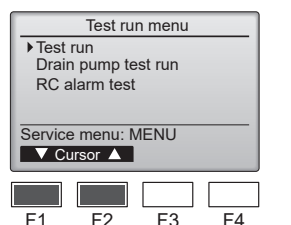

Fig. 7-2
- ② Seleccione "Test run" (Modo prueba) desde el menú Modo prueba, y pulse el botón [SELECT/HOLD] (Aceptar/Retener). (Fig. 7-2)
- ③ Se inicia la prueba, y se visualiza la pantalla Modo prueba.